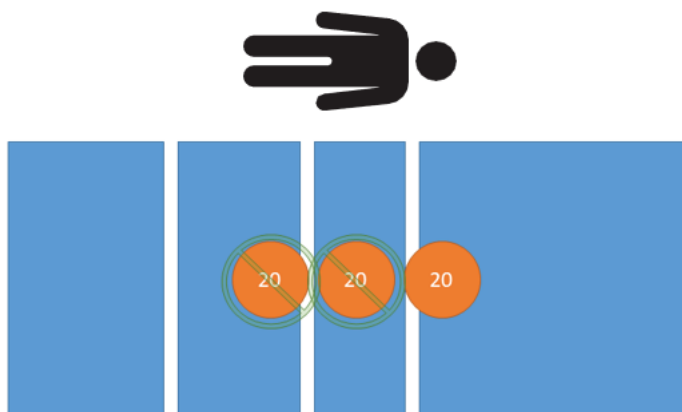

Figura 28 – Test della tara - Peso netto di 20 kg
3. Utilizzando pesi calibrati, collocare 20 kg sul prodotto (Figura 28).
11. Utilizzando pesi calibrati, collocare 20 kg sul prodotto (Figura 28).